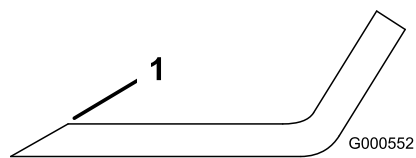

Figura 75
1. Utilice una lima para afilar el filo de corte en ambos extremos de la cuchilla (Figura 75).
**Nota:** Si la cuchilla no está equilibrada, rebaje algo el metal en la parte de la vela solamente (Figura 75).